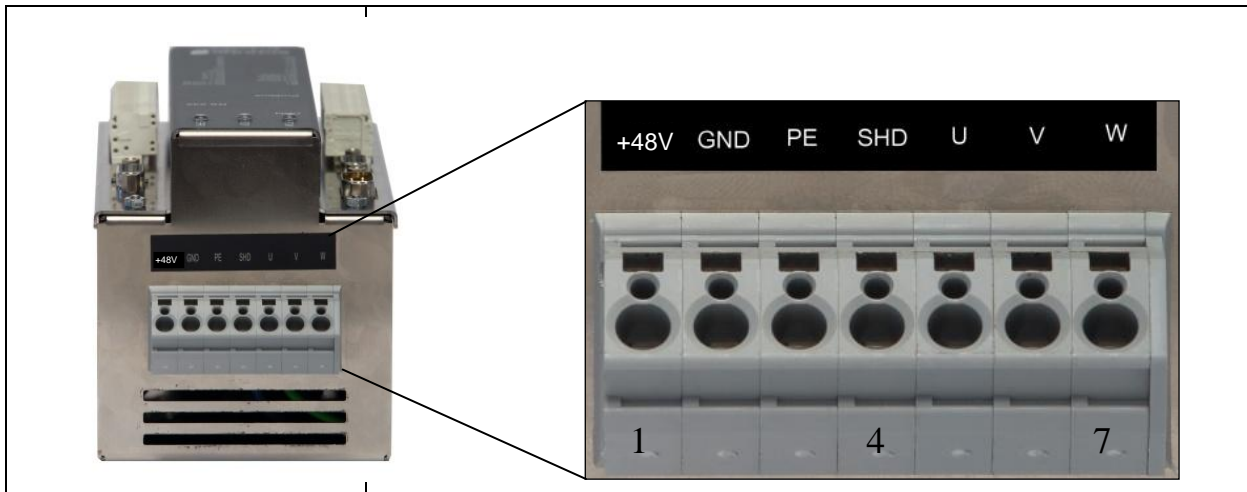

Abb. 8 Position der X1 Klemmleiste (Motor- und Spannungsversorgung des Reglers)
2. Anschließen der Motorphasen vom STM an die Klemmleiste X1 des Reglers MCS-12. (siehe Abb. 8, Seite 36)